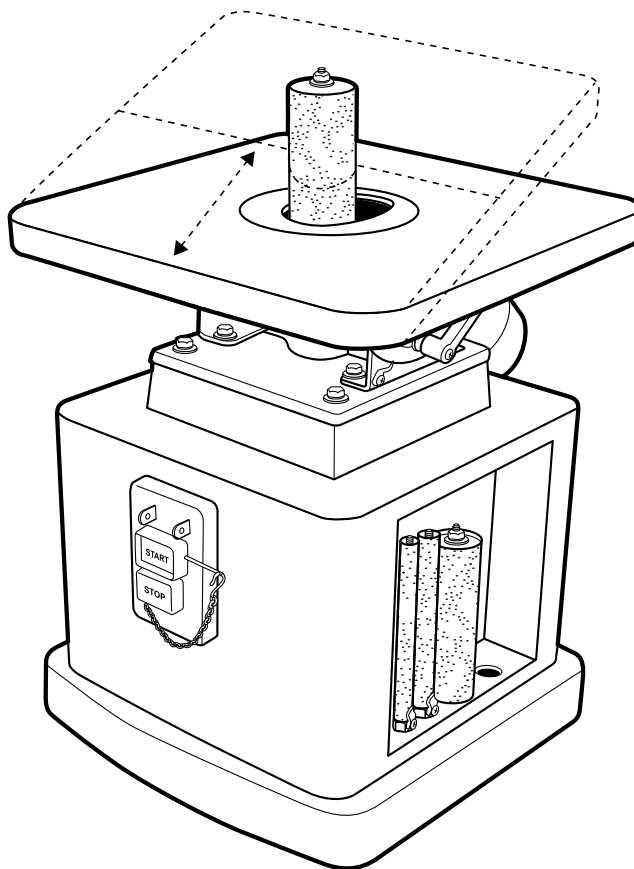

FIGURE 9
- Tenez la pièce fermement et travaillez en adoptant une position debout stable. Quand la table est entièrement horizontale (90 °), vous pouvez poncer sur n'importe quelle partie de la table. Quand la table est inclinée, assurez-vous que la pièce est positionnée sur la moitié supérieure de la table. (Voir Figure 9.)